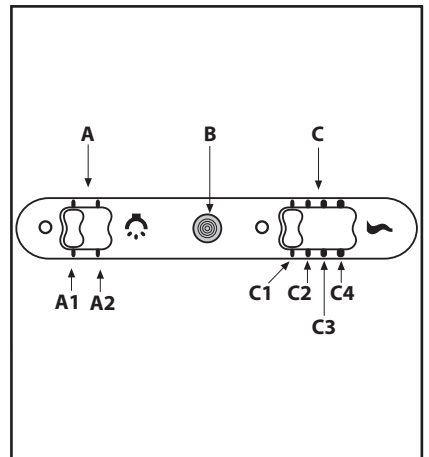

Fig.3
• **Kontroller:** (fig.3) **slider** zijn de symbolen hieronder weergegeven: